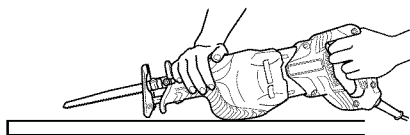
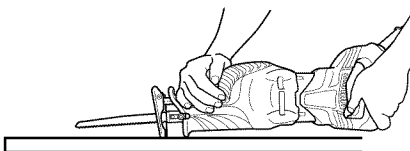

Fig. 22
Fig. 23
Avec cet outil, il est possible d'effectuer des coupes de poche dans des panneaux de bois mince. La coupe de poche s'effectue en toute facilité avec la lame installée à l'envers, comme indiqué aux Fig. 23, 25 et 27. Utiliser une lame aussi courte et épaisse que possible. Il est recommandé d'utiliser la lame BIMETAL No. 132 mentionnée dans la page 27. Procéder avec précaution pour effectuer la coupe de poche et observer les procédures suivantes.
- (1) Appuyez la partie inférieure (ou la partie supérieure) du socle contre le matériau. Tirer sur la gâchette tout en maintenant l'extrémité de la lame éloignée du matériau. (Fig. 22, Fig. 23)